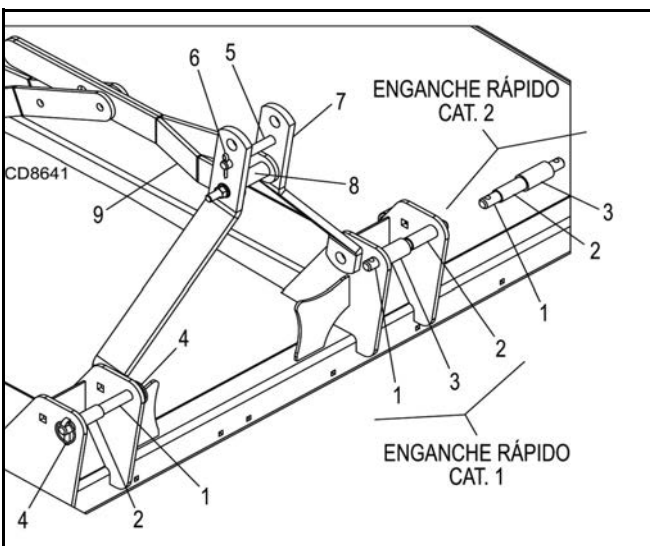

Figura 2. DS8.30E Conexión con enganche estándar y rápido
2. Inserte las barras de enganche inferiores (1) a través de las placas del mástil y los ejes elevadores inferiores del tractor. Use los manguitos (2) para mantener los brazos en posición elevada. Asegure con chavetas con argolla (4) de 11,1 mm (7/16 in).
3. Conecte el acoplamiento superior del tractor al bastidor triangular de la desbrozadora usando los agujeros centrales y chavetas (5) de 19 mm (3/4 in), un pasador de chaveta (6), y una chaveta con argolla (7) de 6,4 mm (1/4 in). Consulte la Figura 2.
2. Inserte las barras de enganche inferiores (1) y los manguitos de D.e. de 28,6 mm (1-1/8 in) (2) a través de las placas del mástil y los ejes elevadores inferiores del tractor. Use los manguitos (3) para mantener los brazos en posición elevada. Asegure con una chaveta con argolla (4) de 11,1 mm (7/16 in).
3. Conecte el acoplamiento superior del tractor al bastidor triangular de la desbrozadora usando los agujeros centrales y chavetas de 25,4 mm (1 in), suministrada con el acoplamiento superior del tractor. Consulte la Figura 2.
1. Inserte las barras de enganche inferiores (1), los manguitos de D.e. de 28,6 mm (1-1/8 in) (2) y los manguitos de D.e. de 36,5 mm (1-7/16 in) (3) a través de las placas del mástil. Asegure con chavetas con argolla (4) de 11,1 mm (7/16 in). Compruebe la orientación de los manguitos en la Figura 2.
2. El gancho superior del enganche rápido se enganchará en el manguito de 31,8 mm (1-1/4 in) (8) entre los acoplamientos del freno (9).